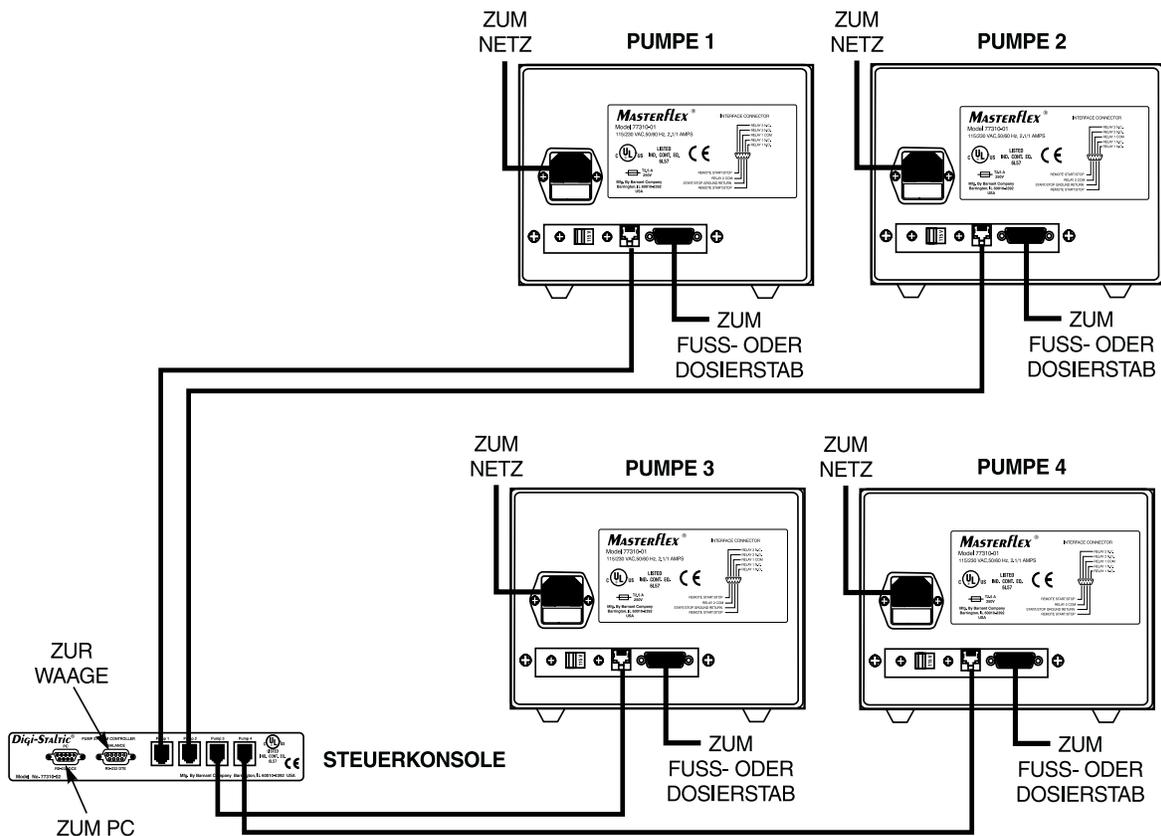

Abbildung 4. Verbindung der Komponenten
Zum Anschließen der einzelnen Komponenten des Dosiersystems siehe Abbildung 4. Sicherstellen, dass die Stecker fest in den Anschlüssen auf der Rückseite der Steuerkonsole sowie auf der Rückseite der einzelnen Pumpenantriebe sitzen.
Sicherstellen, dass der Wechselstrom-Netzanschluss geerdet ist und den örtlichen Bestimmungen und staatlichen Fachvorschriften entspricht. Weil beim Betrieb der Anlage Flüssigkeiten im Einsatz sind, wird für den Netzstrom der Einsatz eines Erdschlussschutzes empfohlen. Zum Anschluss der Pumpen wird das mitgelieferte Kabel verwendet. Die Steckbuchse anhand von Abbildung 4 mit dem Steckverbinder an der Rückseite des Pumpenantriebs verbinden. Der Stecker wird in einen vorschriftsmäßig geerdeten Netzanschluss gesteckt.
3. Die Waage an den mit BALANCE (Waage) beschrifteten Steckverbinder auf der Rückseite der Steuerkonsole anschließen (siehe Abbildung 4).
2. Den DB-9-Anschluss vom Fußschalter oder Dosierstab mit dem 9-poligen Steckverbinder auf der Rückseite des Pumpenantriebs verbinden (siehe Abbildung 4).